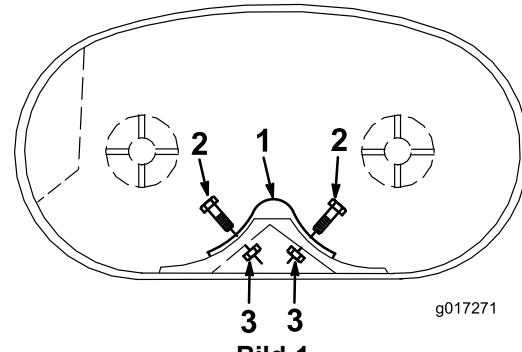

Bild 1
4. Zentrieren Sie das Ablenkblech wie in Bild 1 dargestellt. Befestigen Sie das hintere Ablenkblech mit zwei Schrauben (1/4 x 3/4") und zwei Sicherungsmuttern (1/4 Zoll) am Mähwerk.